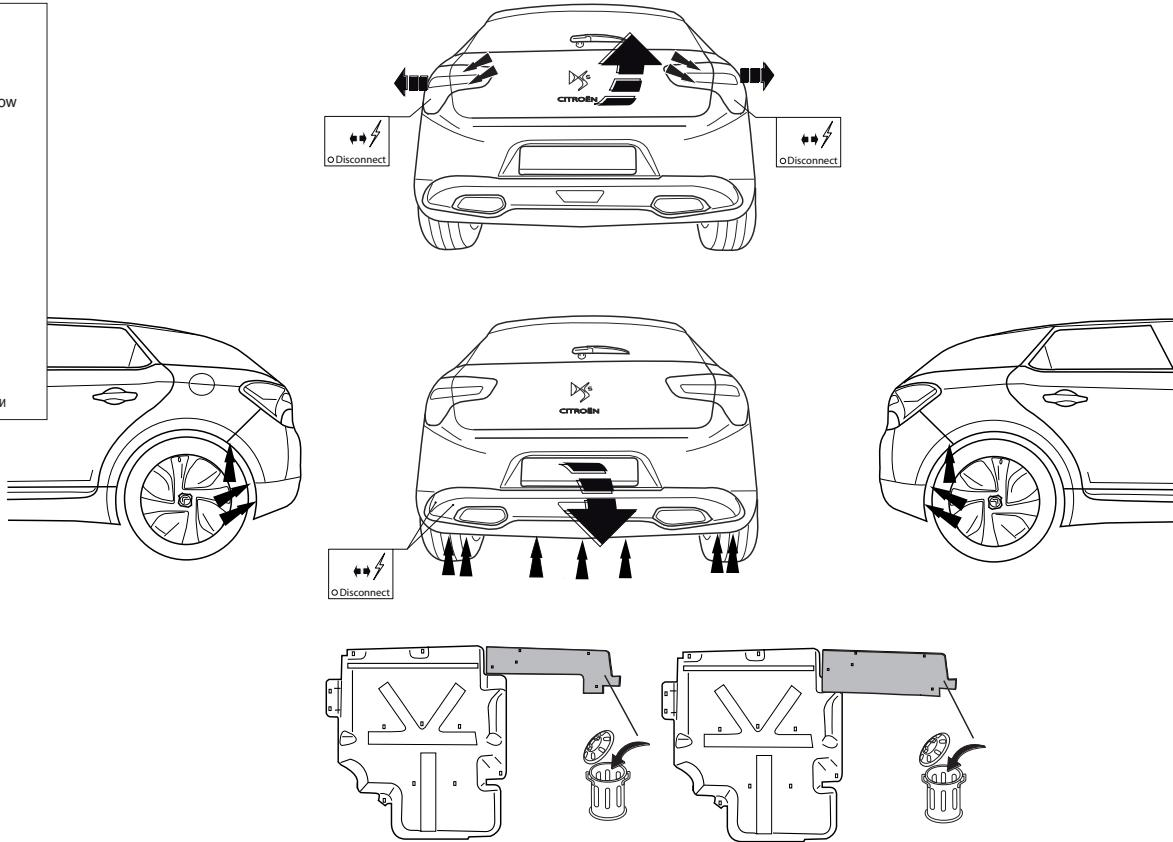

Fig.1
1. Снять задние фары и бампер. См. рисунок 1